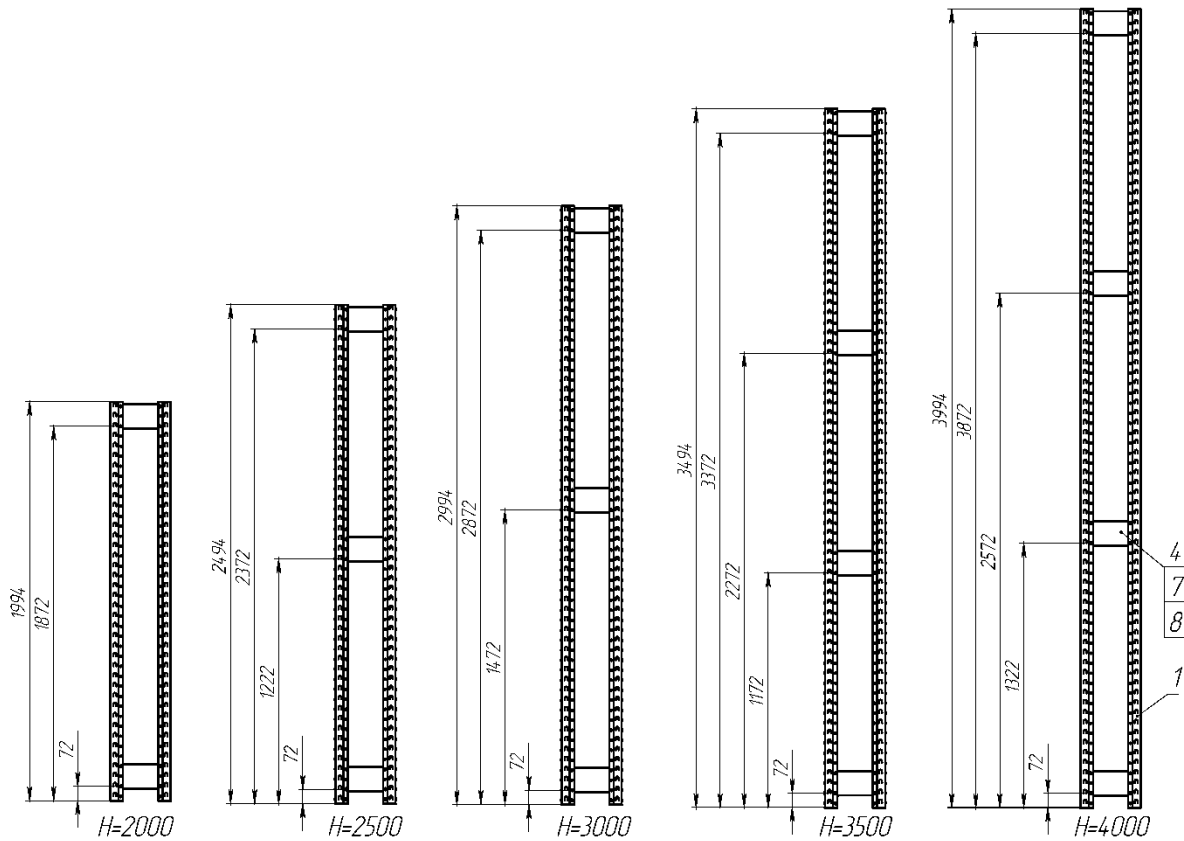

Рис. 3 – Схема установки стяжек поперечных для рам разной высоты
- 3.2.2. В зависимости от высоты стоек установите необходимое количество и на необходимой высоте стяжки поперечные (поз. 3) с помощью болтов М6х12 (поз. 4) и гаек М6 (поз. 5). Схема установки стяжек изображена на рис. 3. Расстояния для установки стяжек указаны от нижнего торца стойки до нижнего отверстия стяжки;
- 3.6. В соответствии с рис. 3 установите необходимые стяжки и крестовины жесткости;